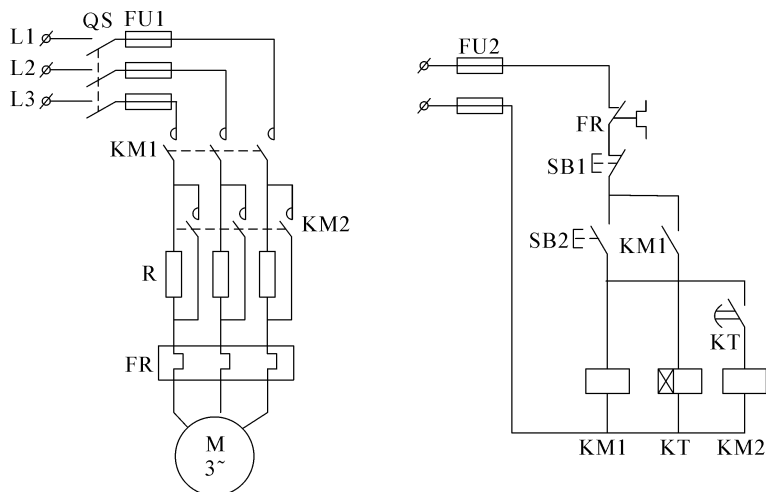

图 2-12 定子绕组串电阻降压启动控制电路图
2. 定子绕组串电阻降压启动控制电路(图 2-12)
3. 在图 2-12 所示电路中,KM1、KM2、KT 通电情况为 ()